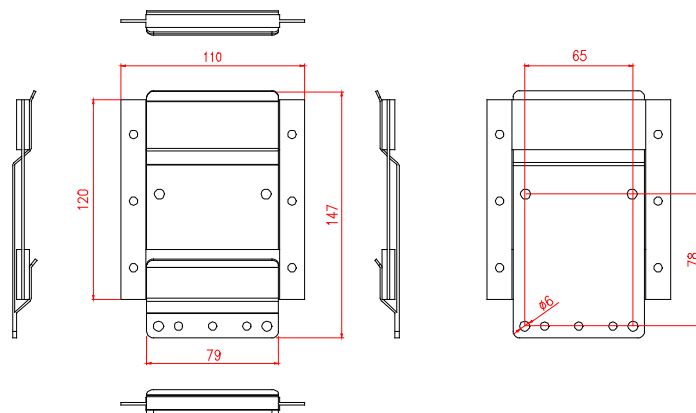

图11 安装板尺寸 (mm)
2. 将新风净化机挂在安装板上，检查安装板是否将机器牢靠地固定住。（参见图11）